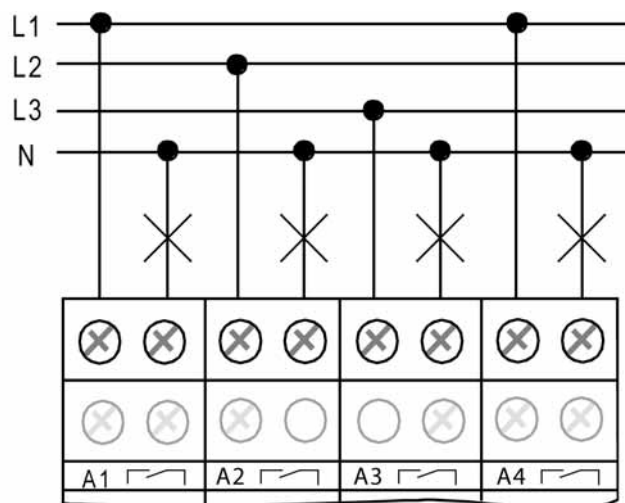

Bild 4: Elektrischer Anschluss für Lasten im Schaltbetrieb
- Lasten gemäß Anschluss-Beispiel (siehe Bild 4) anschließen